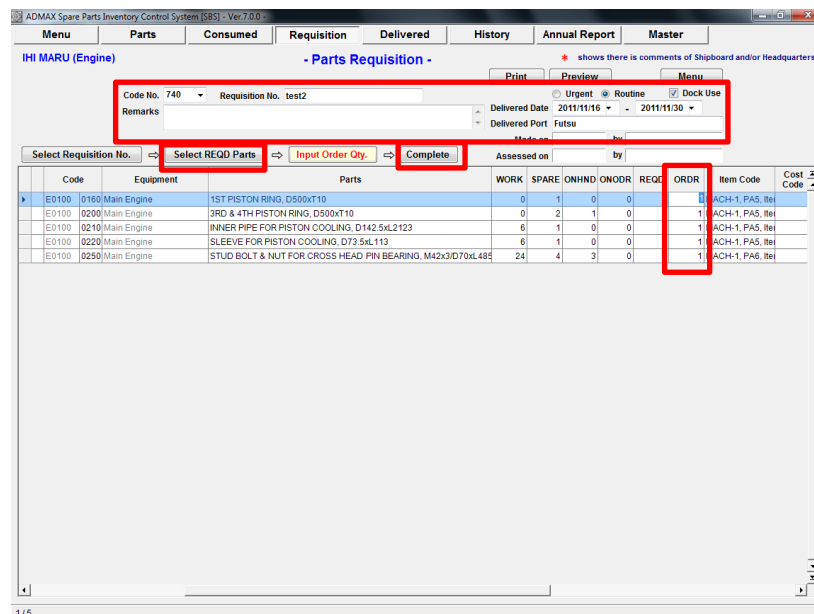

図 6.4 Input Order Qty.
If required spare parts data which has not been completed existed, もし完了していない部品データがあれば、図.6-2. (step 7 参照)の代わりに"Input Order Qty Screen"(図.6-4)が表示されます。
7. “Input Order Qty Screen”(図.6-4)が表示されます。この画面では、ステップ 3 と 4 で選択された全ての部品が表示されます。